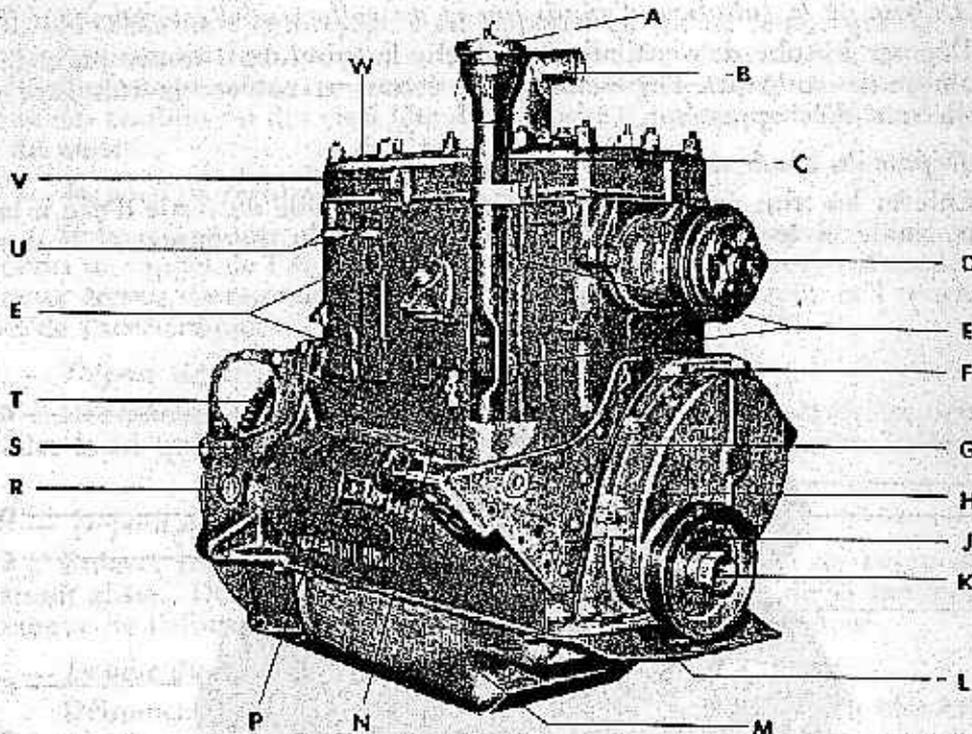
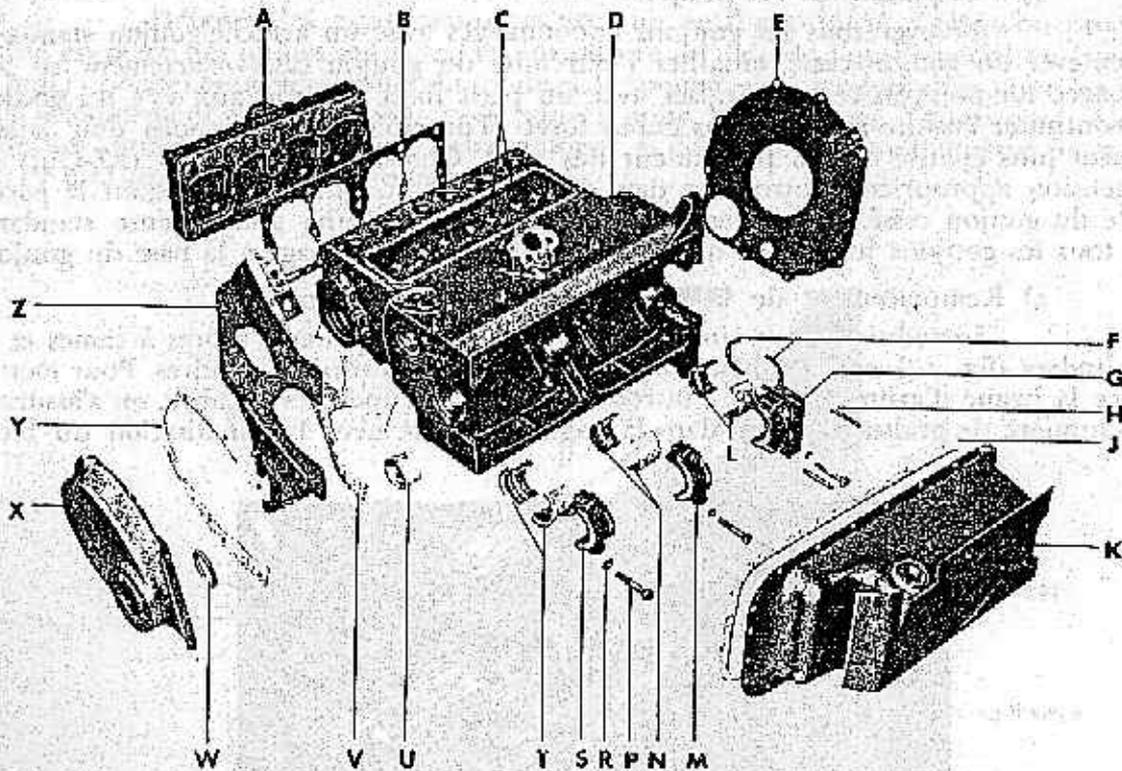

FIGURE 9. — Vue de trois-quarts avant gauche du moteur désabîlé.
FIGURE 13. — Bloc-cylindre, culasse, carters et paliers démontés.
A. — *Dépose de la pompe à eau (fig. 9).*
F. — *Dépose de la culasse* (fig. 9).
1) Carter d'huile (fig. 13).
2) Culasse (fig. 13).
3) Bloc-cylindres (fig. 13).
Remplacer tout bloc-cylindres fissuré ou abîmé. Tous les bouchons expansibles (fig. 9) desserrés. Tous les goujons endommagés doivent être remplacés (voir 4 ci-dessous). Tout palier avant d'arbre à cames (fig. 13) rayé marqué de sillons décoloré, ou exagérément usé, notamment si l'alésage a plus de 55,613 mm (2,190 pouce) doit être remplacé (voir alinéa 5 ci-dessous). Mesurer les trois autres paliers de l'arbre à cames à l'aide d'une jauge micrométrique. Si les alésages de ces paliers sont supérieurs à 54,051 mm (2,128 pouce) pour le palier intermédiaire avant et 52,464 mm (2,0655 pouce) pour le palier intermédiaire arrière ou 41,85 mm (1,648 pouce) pour le palier arrière, le bloc-cylindres est à remplacer (1). Mesurer l'alésage des cylindres au moyen d'une jauge micrométrique et d'un comparateur d'alésage.